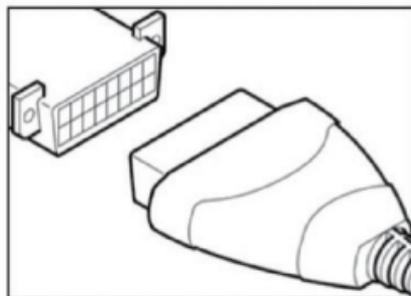

Figura 3.1.3
3. Conecte adequadamente a ferramenta de varredura ao DLC (Veja Figura 3.1.3). O conector do cabo é chaveado e só caberá de uma maneira.